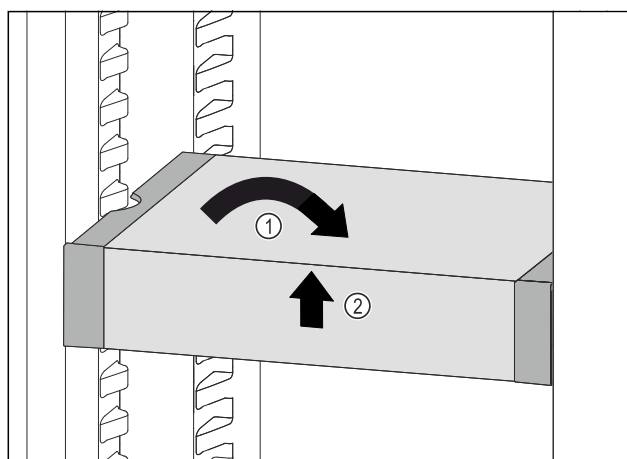

Fig. 100
- Collocare VarioSafe in maniera dritta. Fig. 100 (1)
- Sollevare VarioSafe dal lato anteriore. Fig. 100 (2)